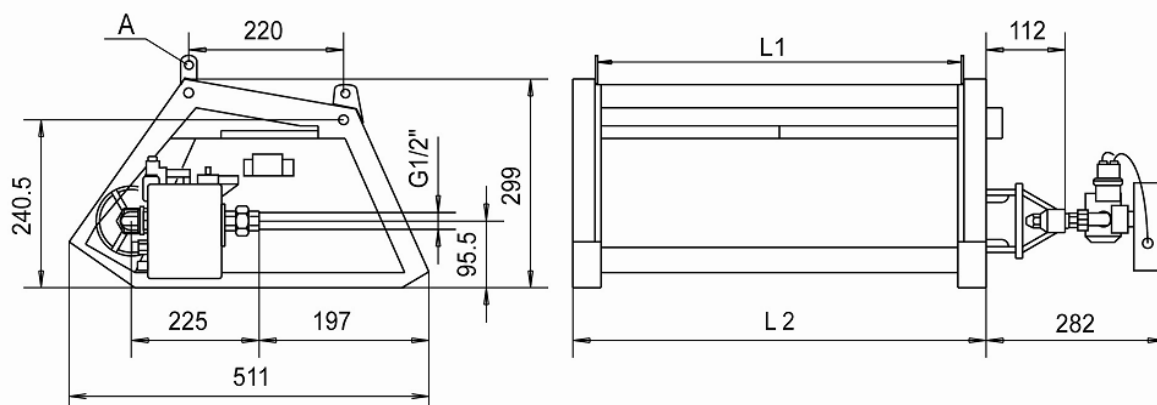

Fig. 9: Dimensiones del radiador
El calentador puede montarse en 4 puntos (A) (vea la Fig. 9, página 14).